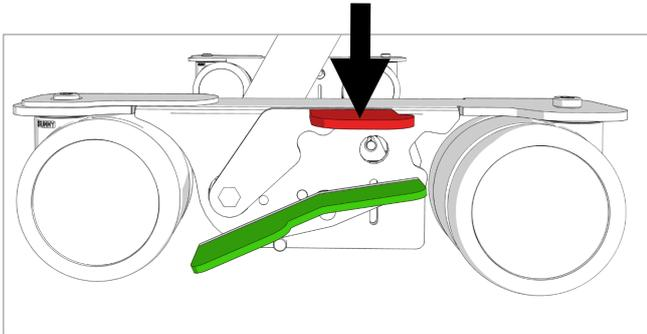
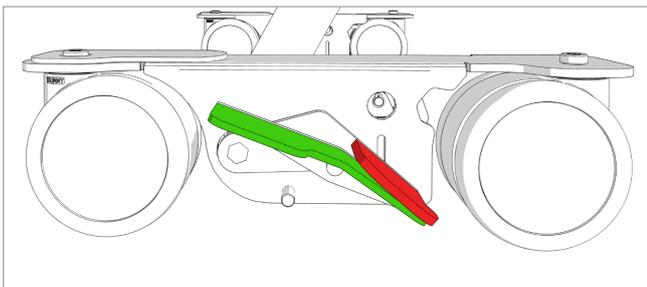
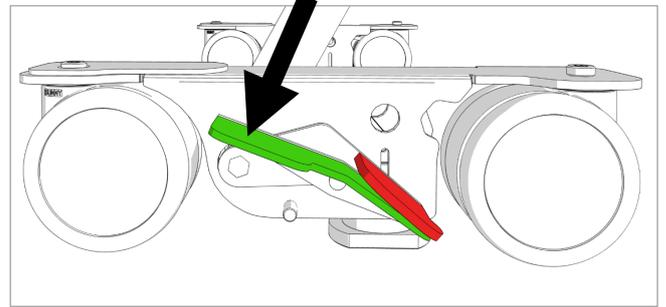

Figure 13.1
Figure 13.2
Figure 13.3
1. Pour enclencher le système de freinage à une extrémité du lit, appuyez fermement sur la pédale supérieure rouge vers le bas, comme indiqué dans la Figure 13.1 jusqu'à ce qu'elle se verrouille en position, comme indiqué dans la Figure 13.2. Répétez l'opération pour l'autre extrémité du lit.
2. Pour désengager le système de freinage, appuyez fermement sur la pédale verte vers le bas, comme indiqué dans la Figure 13.3 jusqu'à ce que la pédale rouge revienne à la position désengagée, comme indiqué à la Figure 13.1. Répétez l'opération pour l'autre extrémité du lit.